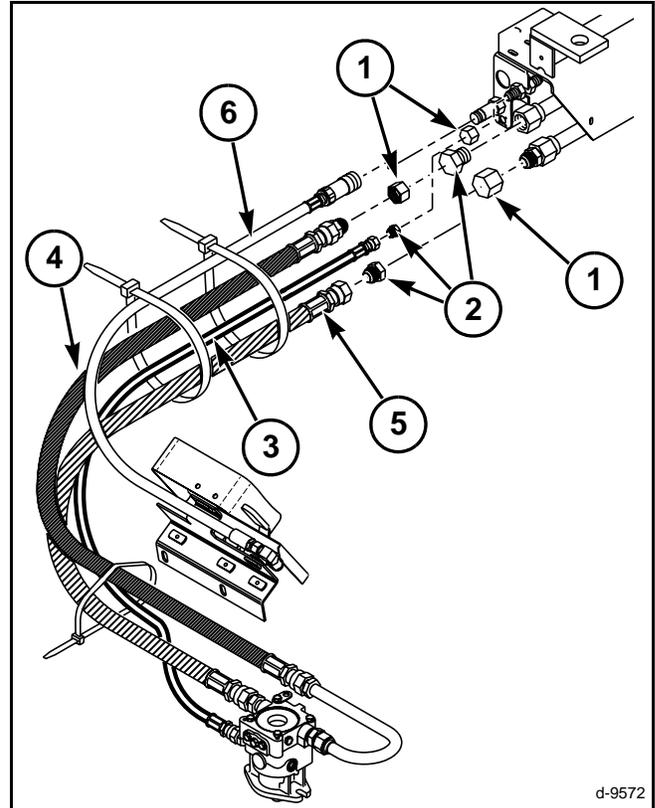

FIG. 9
FIG. 9: Limpie el área alrededor de las conexiones hidráulicas. Quite las tapas (1) y los tapones (2) de los conectores del cabezal y del tractor, asegurándose de no quitar las conexiones. Instale los tapones en las tapas y almacénelos en la caja de herramientas del tractor para su instalación si se quita el cabezal.